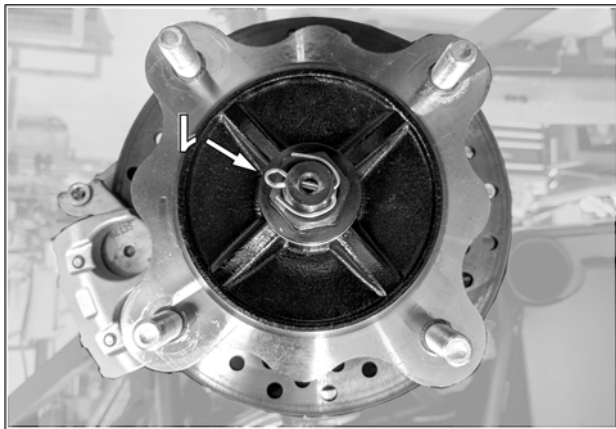

Fig. 17
**ATTENTION : Assurez-vous que la goupille fendue (1) de l'écrou de l'essieu n'interfère pas au moyen du système de traction. Voir la Fig. 17**